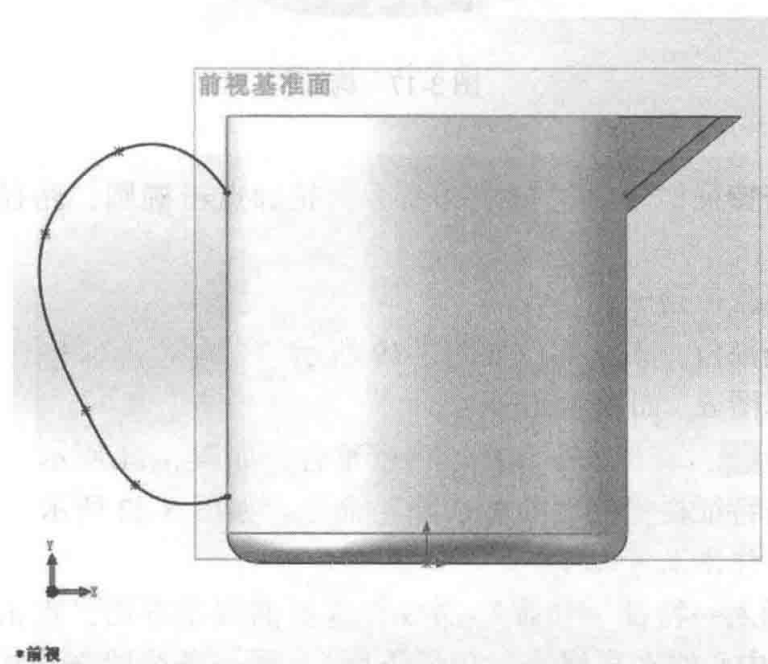

图 3-15 制作手柄
- 选择前视基准面，点击“正视于”，点击“草图绘制样条曲线”命令，在圆柱侧面绘制一条样条曲线。样条曲线开始和结尾在圆柱上，草图 4 如图 3-15 所示。